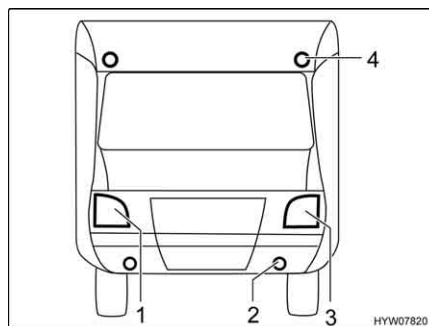

Fig. 175 Conversione fari anteriori
- Inclinare le due leve di conversione (Fig. 175,1) sull'altro lato.